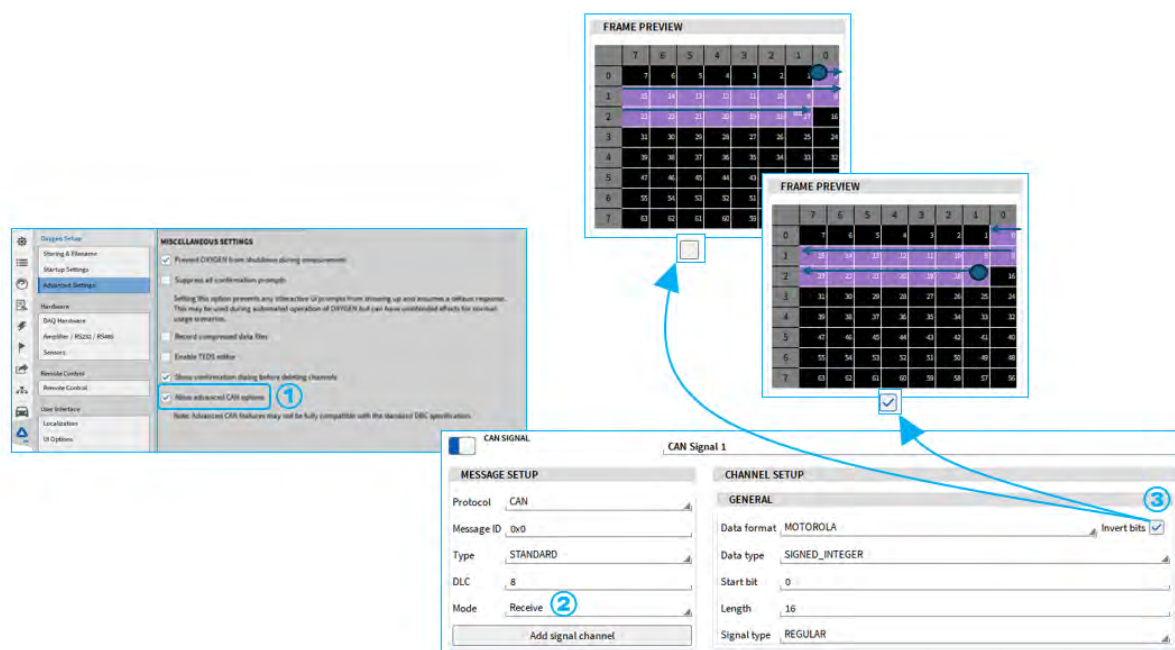

Fig. 7.208: CAN invert bit order
デバイスから送信される CAN メッセージを受信する際、CAN シグナルのビット順 (Bit Order) を反転することができます。これは、接続先デバイスが標準とは異なるビット順で CAN シグナルを送信している場合に必要となる機能です。ビット順を反転するには、CAN シグナル設定画面で「Invert bit order」オプションを有効にします (Fig. 7.208 の ③ を参照)。
この機能を使用する前に、CAN メッセージを Receive (受信) モードに設定しておく必要があります (Fig. 7.208 の ② を参照)。さらに、OXYGEN の詳細設定で、該当するチェックボックスを有効にして機能を有効化する必要があります (Fig. 7.208 の ① を参照)。ビット順の反転は、以下の両方のデータ形式に対して利用できます。Intel 形式 (Little Endian)、Motorola 形式 (Big Endian)